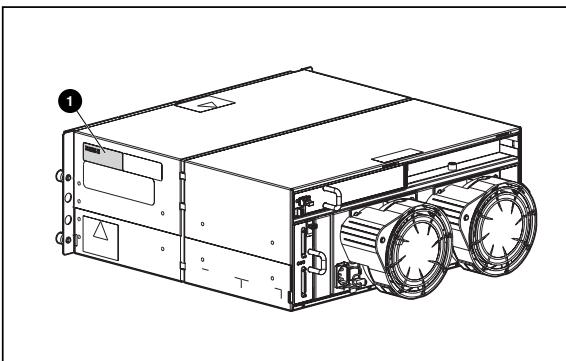

Figure 12 : Emplacement de l'étiquette du numéro de série du châssis de remplacement
1. Une fois l'opération terminée, inscrivez le numéro de série figurant sur le châssis original sur l'étiquette du châssis de remplacement ①, située dans la zone illustrée par la Figure 12.